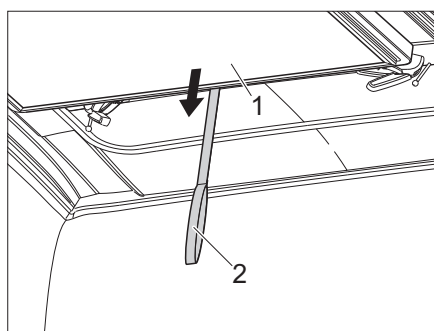

Figure 7 Tirer la couchette vers le bas
- Tirer la couchette (Figure 7,1) vers le bas par la sangle (Figure 7,2).
- ▷ Avant de fermer le toit relevable, abaisser la couchette (Figure 7,1). **Ne pas** abaisser simultanément la couchette et le toit relevable.